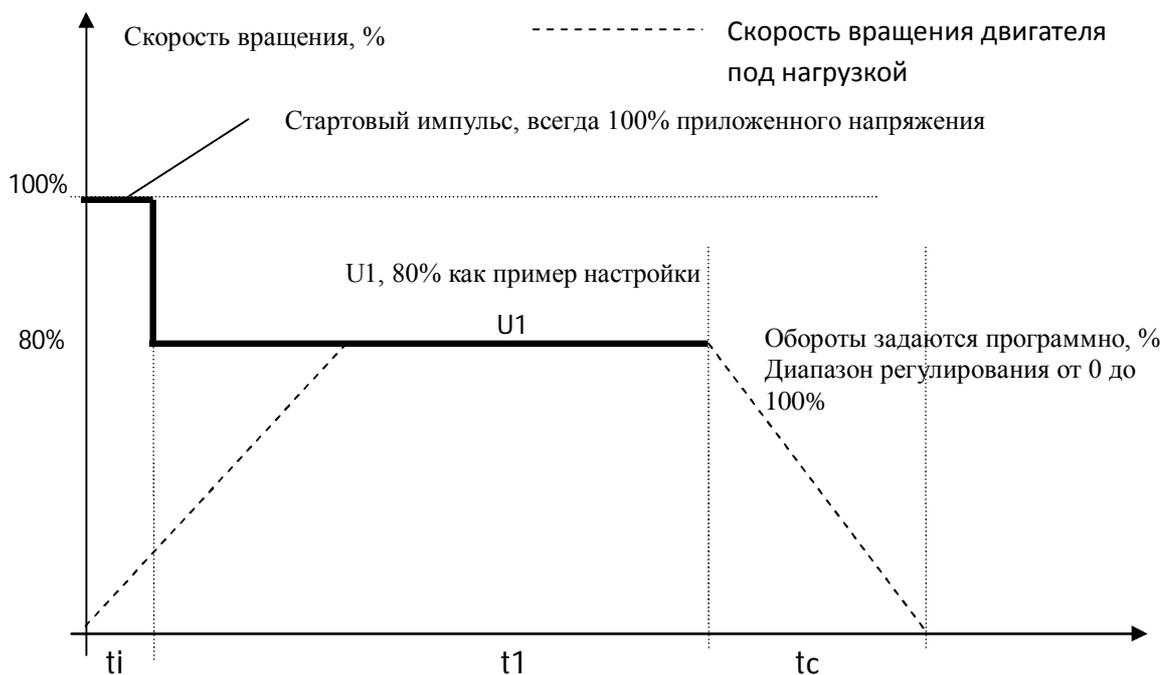

Рисунок 2 – Прямой ход (одна скоростная ступень) По1
**Режим По1** – Выбор данного режима выставляет работу привода в режим с одной рабочей скоростью вращения  $U_1$  и временем его работы  $t_1$ . Графическое пояснение смотри на рис. 2.
**Режим ПО1:** Вход в режим настройки осуществляется кратковременным нажатием кнопки Set (Рис. 1). После нажатия на индикаторе отображается U1 (Рис.2), значение